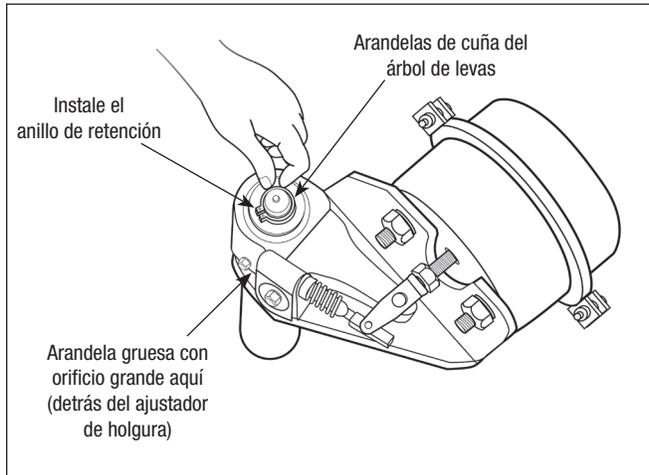

Figura 54 – Instalación de la arandela de cuña y del anillo de retención
2. Instale la arandela interna del ajustador de holgura en el árbol de levas. La arandela interna se identifica por su espesor de 0.060" y un orificio más grande. Consulte la figura 54.
5. Instale las arandelas de cuña del árbol de levas y el anillo de retención. Consulte la figura 54. Verifique y ajuste el juego axial del árbol de levas. Consulte el paso 6.